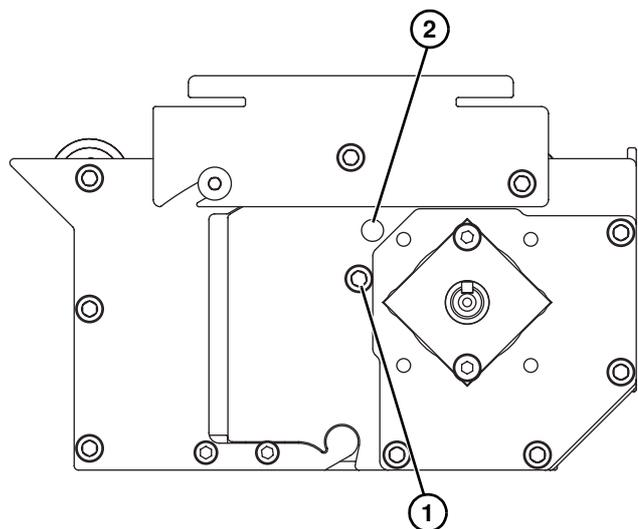

**Abbildung 53**
11. Wellen (**Abbildung 53, Teil 1**) herausnehmen; verschlossene Wellen austauschen.